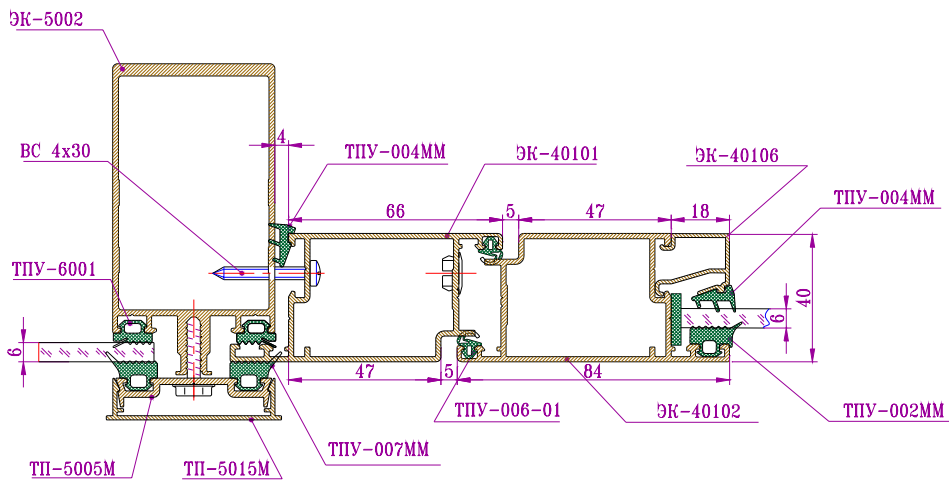

Рис.6-26 Крепление двери ЭК-40
- Зафиксировать дверь винтами самонарезными ВС 4х30, шаг 300 мм (рис.6-26);